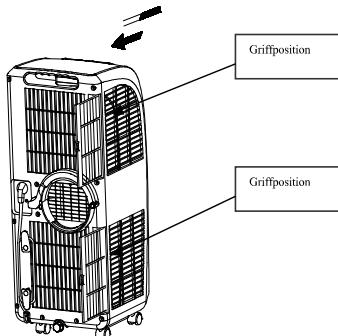

Abb. 16
(2). Fassen Sie die Greifposition des Verdampferfilternetzes und des Kondensatorfilternetzes an und nehmen Sie das Filternetz vorsichtig in der durch den Pfeil gezeigten Richtung heraus (siehe Abbildung 16).